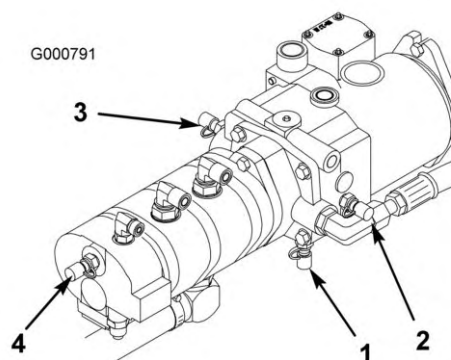

Figura 81
4. Il foro diagnostico D si trova in fondo alla trasmissione idrostatica (Figura 81) e misura la pressione di carica della trasmissione.
5. Il foro diagnostico E misura la pressione di marcia avanti (Figura 81).
6. Il foro diagnostico F misura la pressione di retromarcia (Figura 81).
7. Il foro diagnostico G misura la pressione del circuito dello sterzo (Figura 81).